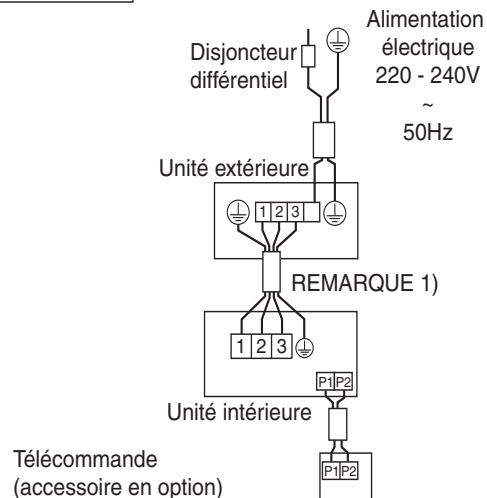

Fig. 31
- 1 télécommande commande 1 unité intérieure (système standard). (Reportez-vous à la Fig. 31)